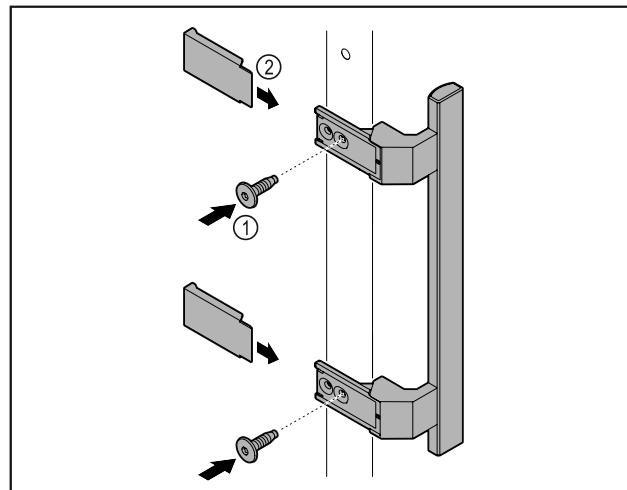

Fig. 2
- Szerelje fel az ajtóra a kilincset a csomagban található csavarok Fig. 2 (1) segítségével.
- Helyezze fel a fedelet Fig. 2 (2).